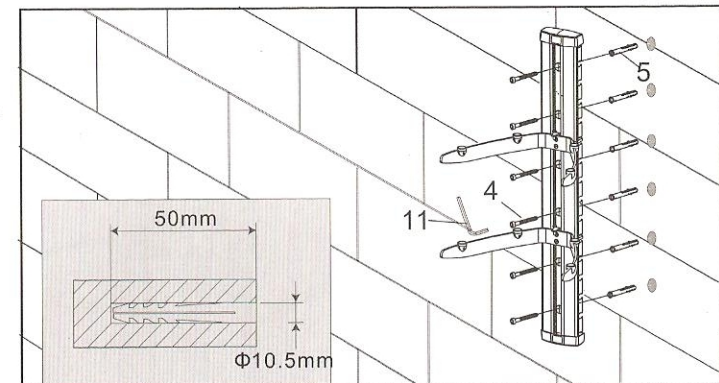

Fig 4
Marque la altura deseada para su soporte universal, cuidando que al marcar los puntos para orificios este alineado correctamente. utilice broca de 10,5mm para los orificios de los taquetes, con el taladro perfore 50mm. Coloque los taquetes (5) al ras de la pared utilizando un martillo. Coloque el soporte de pared utilizando los tornillos largos (4) y asegurelos utilizando la llave de 5x5mm (11). Como se muestra en la fig. 4.